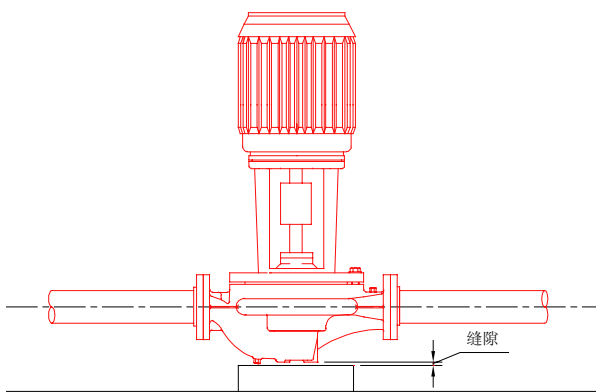
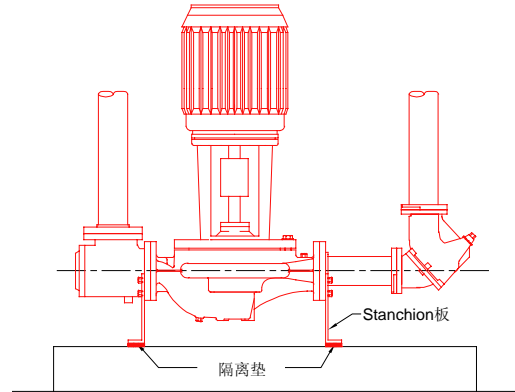
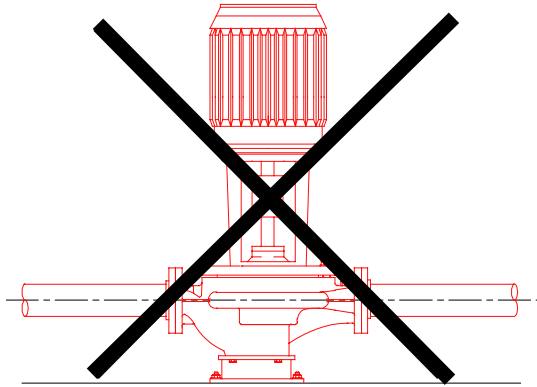

图 2.4 其它地面支撑
图 2.5a 用 Stanchion 板安装垂直同轴水泵
图.2.7 不建议 - 刚性基座
2.5. 法兰安装的stanchion板可以用作泵的法兰。图.2.5a 表明为安装方便而提供stanchion板作为泵的支撑脚。如图 2.4，
- 2.7. 不要刚性地把泵连接到永久地基上 (图 2.7)。这与图 2.4. 下面的注释相似。注意, 如果泵必须连接到永久地基上, 泵将变成一个地基安装的机组, 必须用柔性连接件和与惯性地基建筑结构隔离的地基与管道隔离。